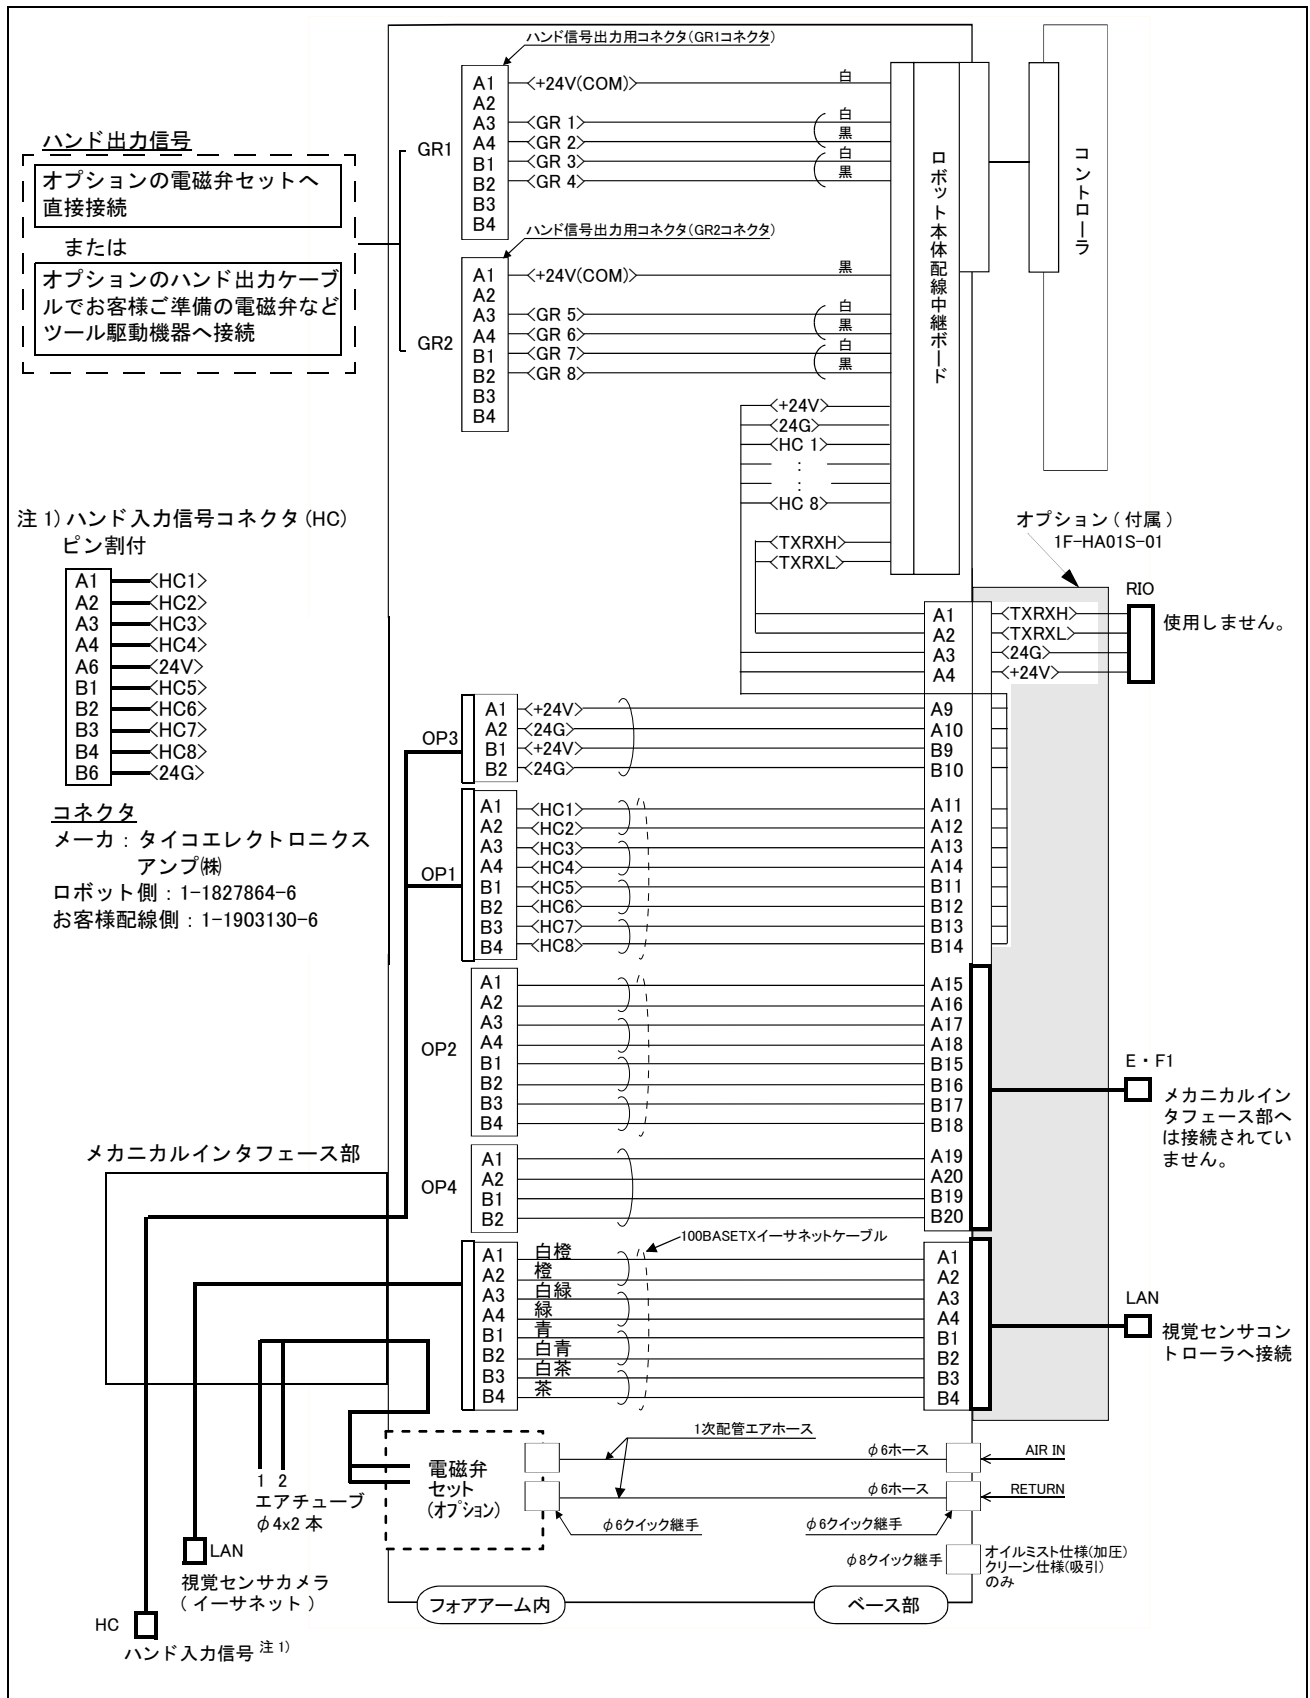

図 2-38 : ハンド用配線と配管系統図とバルブ取付例 : RV-4F/7F/13F シリーズ SH05
- *3) ハンド入力ケーブル (HC) のピンサインは、図 2-38 を参照願います。